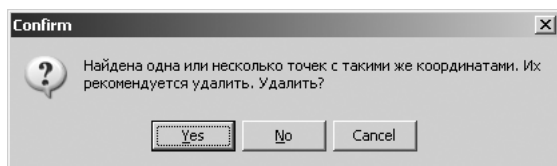

Рис. 2.100. Диалоговое окно **Confirm**
- переместите указатель мыши на одну из точек – вершин только что введенных ЛСК, например по верхней точке. Появится диалоговое окно **Confirm**, см. рис. 2.100;